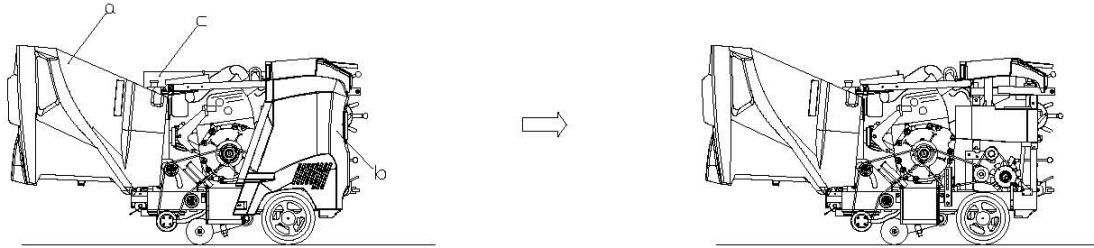

図1
1.ボンネット(a)を開け、リヤカバー(b) サイドカバー(c)を外す。・・・図1